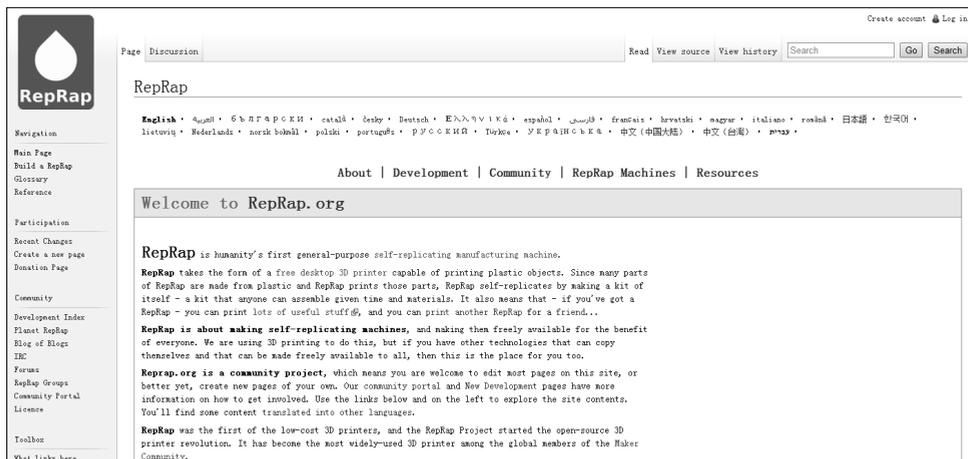

图 3-14 RepRap 主页
(1) 直接在网页浏览器的地址栏中输入 <http://reprap.org/wiki/RepRap>，也可以在搜索框中输入 RepRap 进行搜索，然后在新打开的页面中选择官网进入。打开后的 RepRap 网站如图 3-14 所示，因为是国外网站，所以是全英文显示的，对于创业者来说需要一定的英语阅读能力。